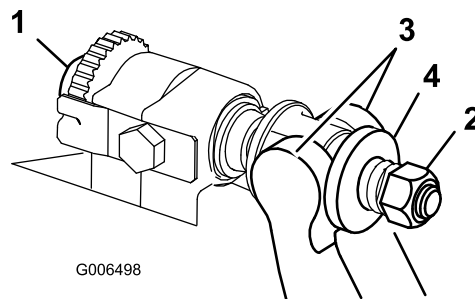

図 37
1. ベッドバー調整ねじを左に回して下刃とリールの接触を完全になくす 図 37。
2. スプリングテンションナットをゆるめて、ワッシャがベッドバーを全く押さないようにする 図 37。